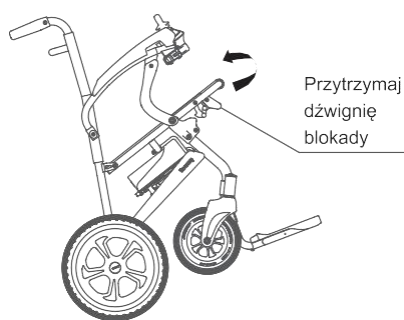
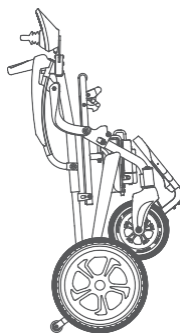

Рисунок 5.12
Рисунок 5.13
- Левой рукой возьмитесь за поручень, а правой потяните рычаг блокировки вверх, затем сложите тележку вверх, как показано на рис. 5.12. Когда тележка собрана, установите ее в вертикальное положение, как показано на рис. 5.13.